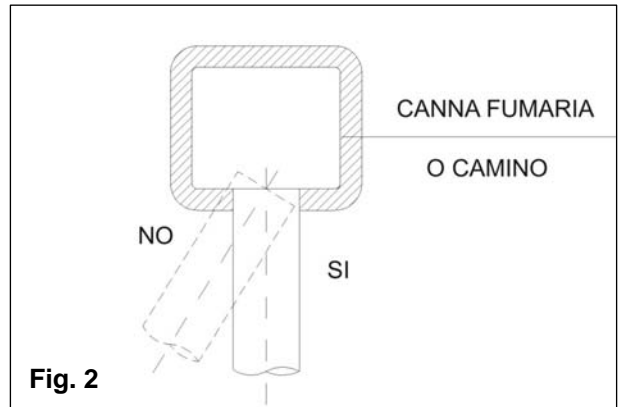

Fig. 2
- il condotto di scarico deve essere perpendicolare con la parete interna opposta del camino o della canna fumaria (fig. 2)